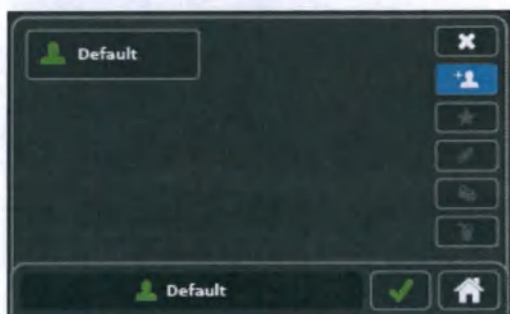

Рисунок 53 — Создание предварительно установленного параметра
2. Для создания предварительно установленного параметра коснитесь кнопки СОЗДАТЬ НОВЫЙ (рисунок 53).